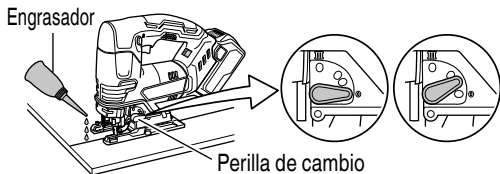

Fig. 25
4. Cortar materiales metálicos (Fig. 25)